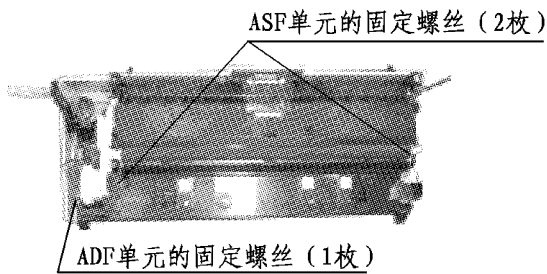

图7-10
b) 拆卸机芯组件。（图7-10）
c) 拆卸ASF单元的固定螺丝（2枚），拆卸ASF单元。（图7-10）
d) 拆卸ADF单元的固定螺丝（1枚），拆卸ADF单元。（图7-10）